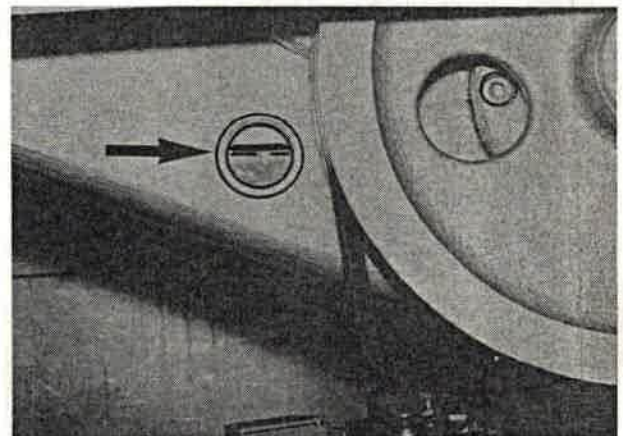

Bild 139
4. Getriebe bis Mitte Schauglas (Bild 139/Pfeil) mit Öl füllen (Schmierstoff siehe Abschnitt 1.2).